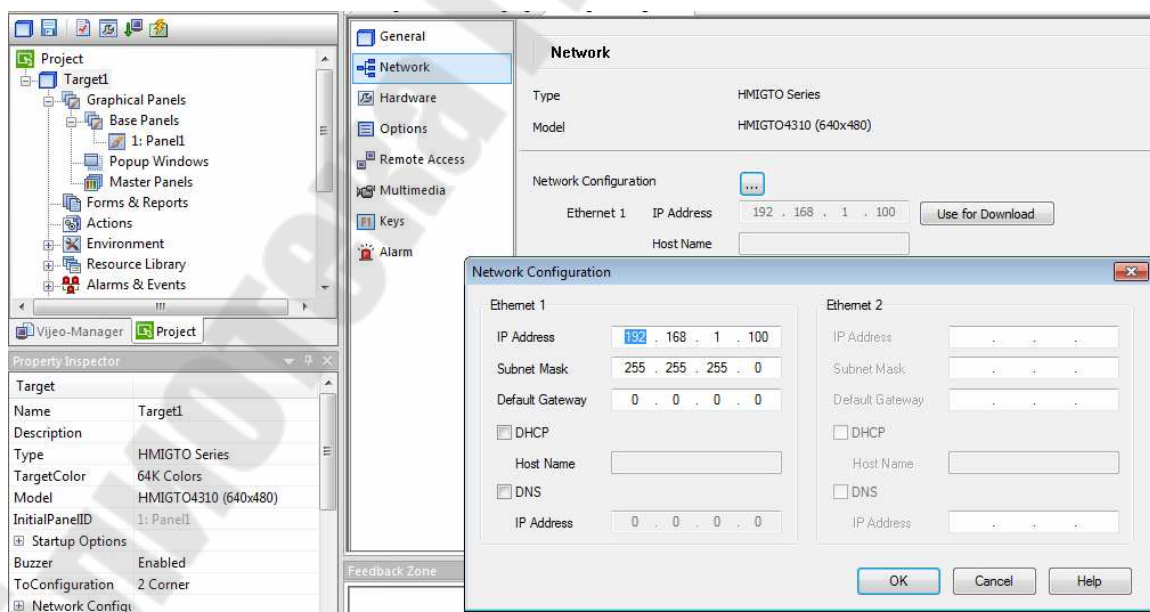

Рис. 2.8. Дерево проекта
- кликнуть по имени терминала в дереве проекта (*Target1*) (рис. 2.8);